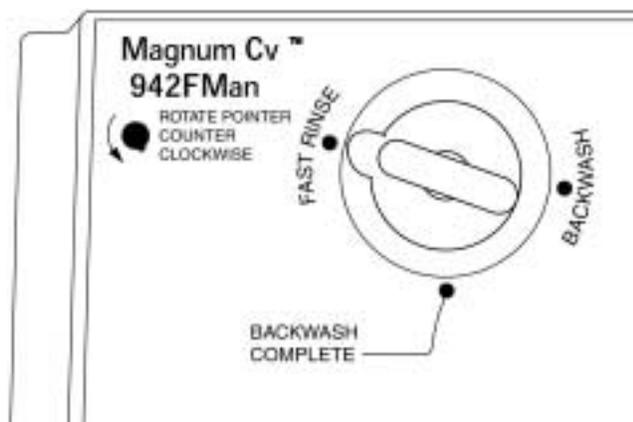

Figura 5.7 Enjuague Rápida
2. Cuando termina el ciclo de retrolavado gire el indicador hasta **Fast Rinse (enjuague rápida)** (Figura 5.7). Se debe quedar en este ciclo 5-20 minutos o hasta el agua saliendo del drenaje es clara.*